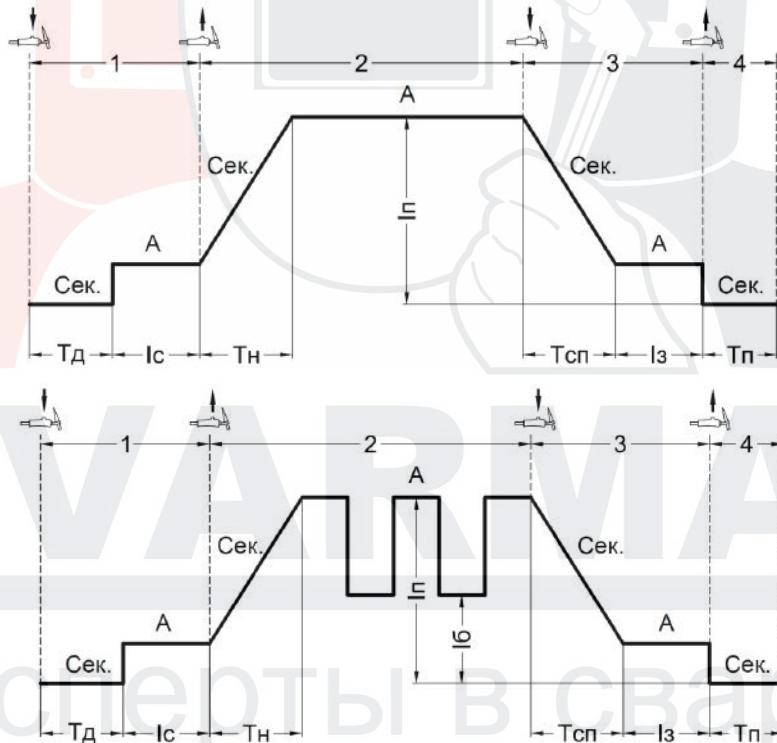

Рис. 7.5.2. Режим работы аппарата 4Т и 4Т в импульсном режиме.
**Четырехтактный режим (4Т)** рекомендуется использовать при длине сварочных швов свыше 200 мм (См. рис. 7.5.2).